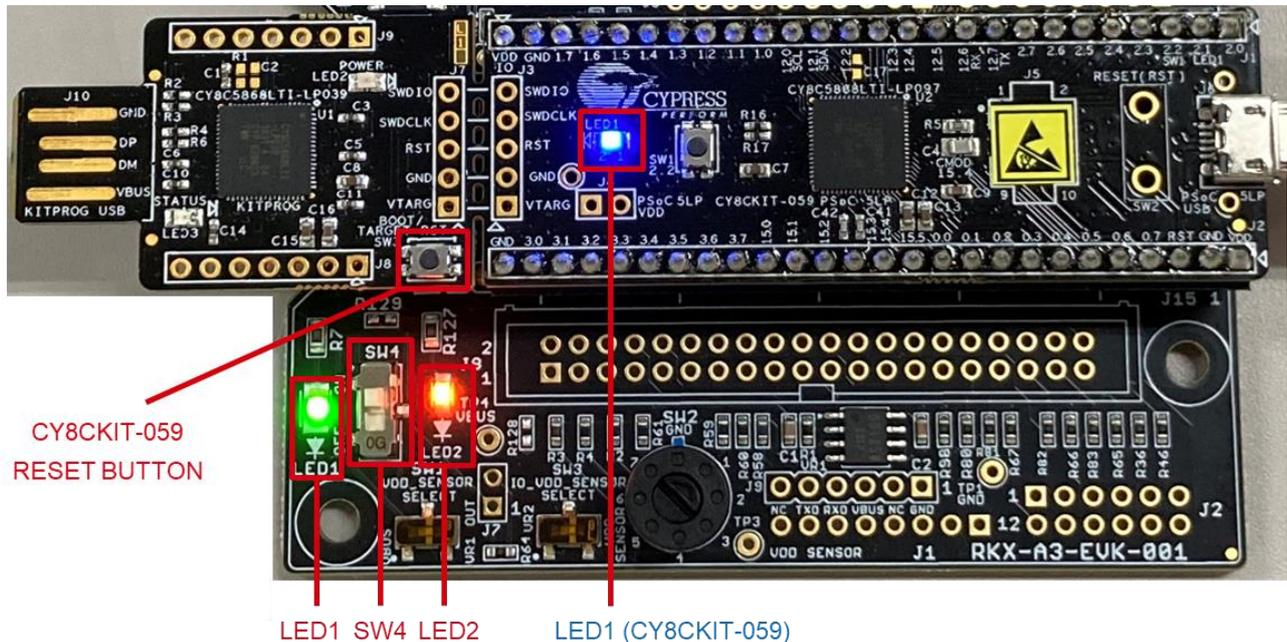

Figure 35. ADC 評価キット のステータス: LED1、SW4、LED2、LED1 (CY8CKIT-059) はオンである必要があります
1. 青色の LED1 (CY8CKIT-059) は常にオンで、点滅はしない状態が正常です。(Figure 35)
2. 緑色の LED1 (Figure 35)
1. **オレンジ色**の LED2 は ON である必要があります(Figure 35)。 **オレンジ色**の LED2 がオフの場合は、次の点を確認します。
- ◆ SW4 が ON 位置にあるか(つまり、上方から見て上に移動しているか)どうかを確認してください。(Figure 35)
- ◆ CY8CKIT-059 リセットボタンを押し(Figure 35)、数秒待ちます。ステータスが“Connected”に変わる場合は、“Streaming”ボタンを押してください。